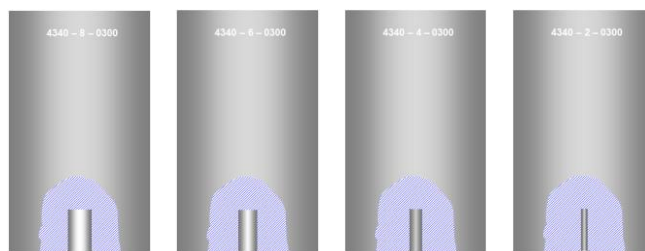

Figura No. 95: Bloques del juego ASTM Área—Amplitud (bloques A/A)
2. Bloques ASTM Área—Amplitud (bloques A/A): Cada uno de los bloques del juego A/A (el juego recomendado de bloques consta de 8 piezas) contiene un barreno de fondo plano de diferente diámetro, localizado a la misma distancia desde la superficie de entrada del ultrasonido, figura No. 95. Los bloques A/A son usados para establecer una curva de respuesta de la amplitud contra el área y la sensibilidad del sistema ultrasónico. La máxima señal es obtenida de cada uno de los barrenos de interés y la amplitud de la señal es registrada. Los valores de amplitud son comparados con ecos provenientes del mismo recorrido del ultrasonido dentro del material examinado con lo que se considera que se puede estimar el tamaño de los reflectores detectados dentro del objeto examinado.